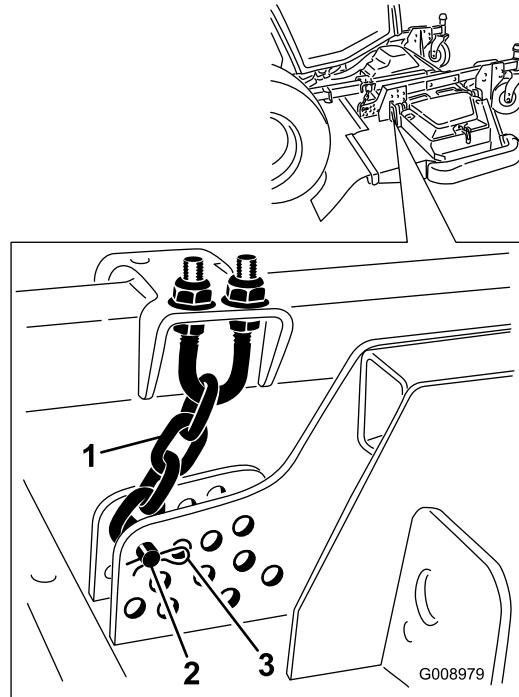

Bild 23
8. Entfernen Sie den Splint und den Lastösenbolzen, mit denen die Schnithöhenketten an der Rückseite des Mähwerks befestigt ist (Bild 23).